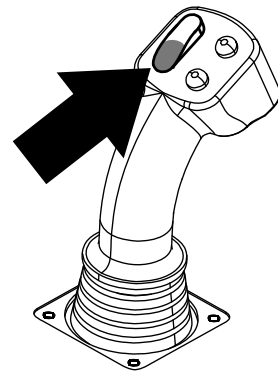
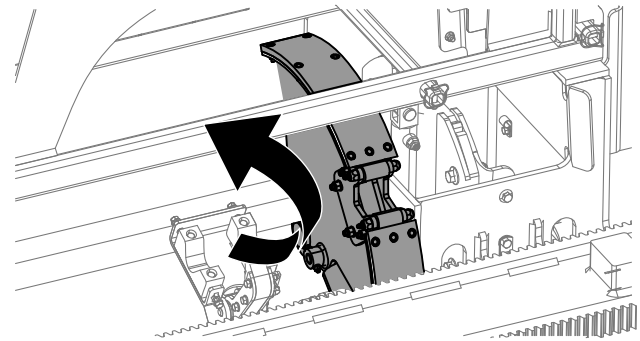

Figura 18
Figura 19
- Mantenga pulsada la sección inferior del interruptor basculante (Figura 18) hasta que el conjunto de leva gire a la fila seleccionada debajo del portatubos (Figura 19).